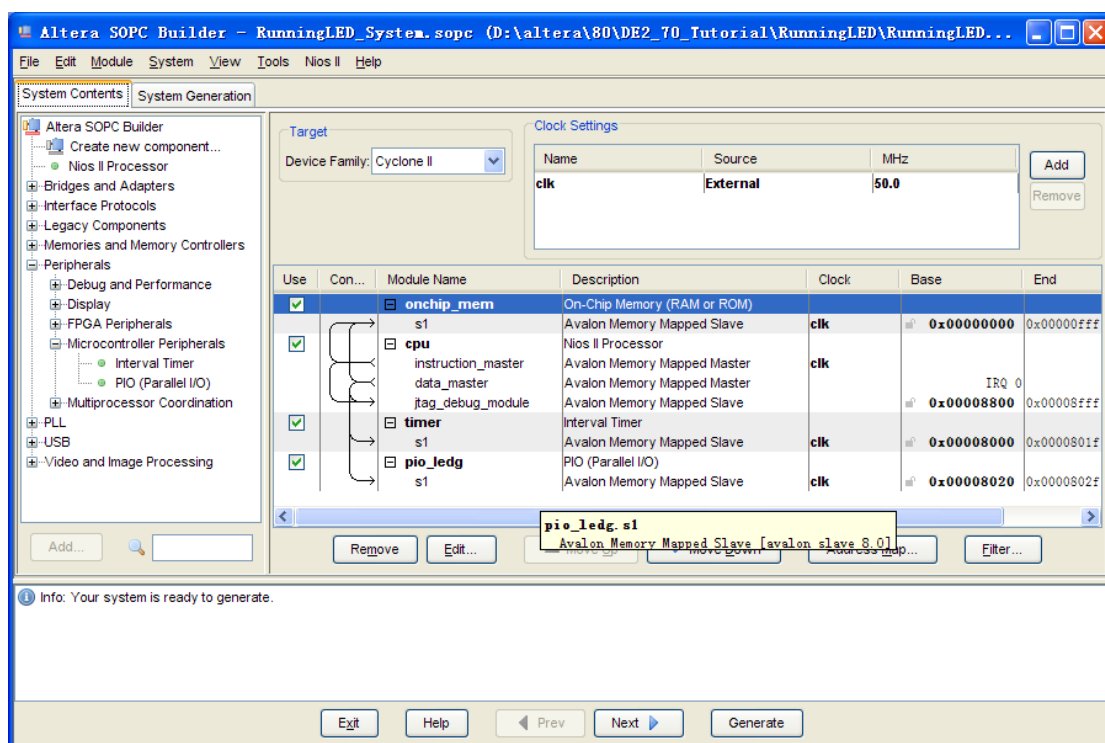

图 7-6 完成的 SOPC 工程
8. 完成 SOPC 工程设计, 为了方便将 PIO 的名称改为 pio_ledg。在 pio 上点击右键 -> rename, 将名称改为 pio_ledg。如图 7-6。